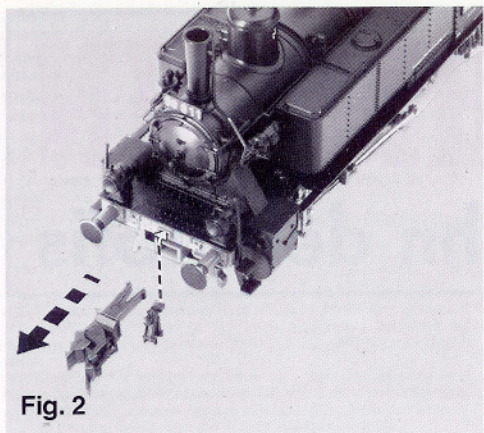

Fig. 2
Vorsichtig in Pfeilrichtung abziehen. 2. Die Attrappen in die vorgesehenen Aussparungen einstecken. Eventuell mit etwas Klebstoff befestigen (Fig. 2 und 3).
2. Insert the alternative coupling gear. Secure in position with plastic glue (fig. 2 and 3).
Eventuellement les fixer au moyen d'un goutte de colle (fig. 2 et 3).
De automatische **FLEISCHMANN PROFI** koppelingen kunnen vervangen worden door de bijgevoegde imitatiekoppelingen. Daartoe dient men de **FLEISCHMANN PROFI** koppeling te verwijderen en de imitatiekoppeling in de daarvoor bestemde uitsparing te monteren. Bij de bevestiging kan eventueel iets lijm worden gebruikt (fig. 2 en 3).
De automatiska **FLEISCHMANN PROFİ** kopplarna kan du byta ut mot de bifogade kopplingsattrapparna. Avlägsna **FLEISCHMANN PROFİ** kopplarna och stick i attrapparna i de förutsedda hålen. Fäst eventuellt med lite lim (fig. 2 och 3).
2. Innestare le imitazioni nelle apposite rientranze. Eventualmente fissarle con un po' di adesivo (fig. 2 e 3).